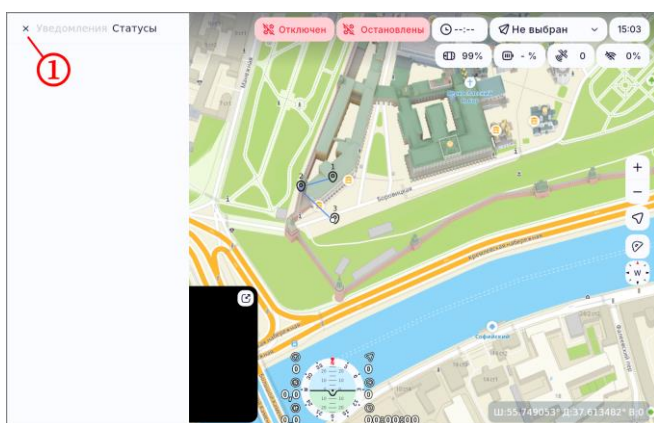

Рисунок 59
- закрыть форму раздела статусов сенсоров по нажатию кнопки **×** (рисунок 59, шаг 1);